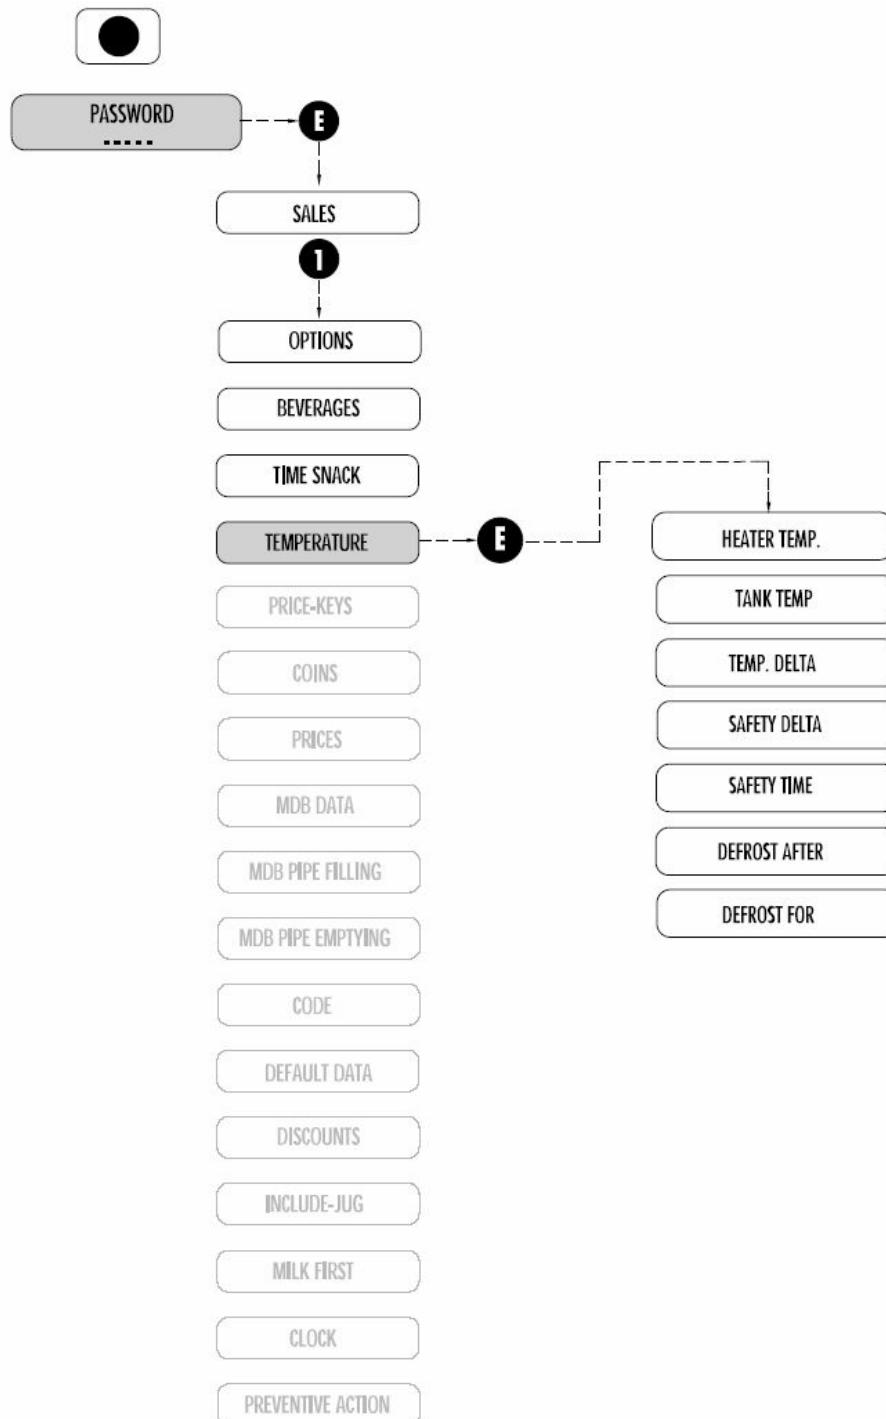

Рис. 7.8
7.2.5 **ТЕМПЕРАТУРНЫЕ ПАРАМЕТРЫ (Рис. 7.8)**